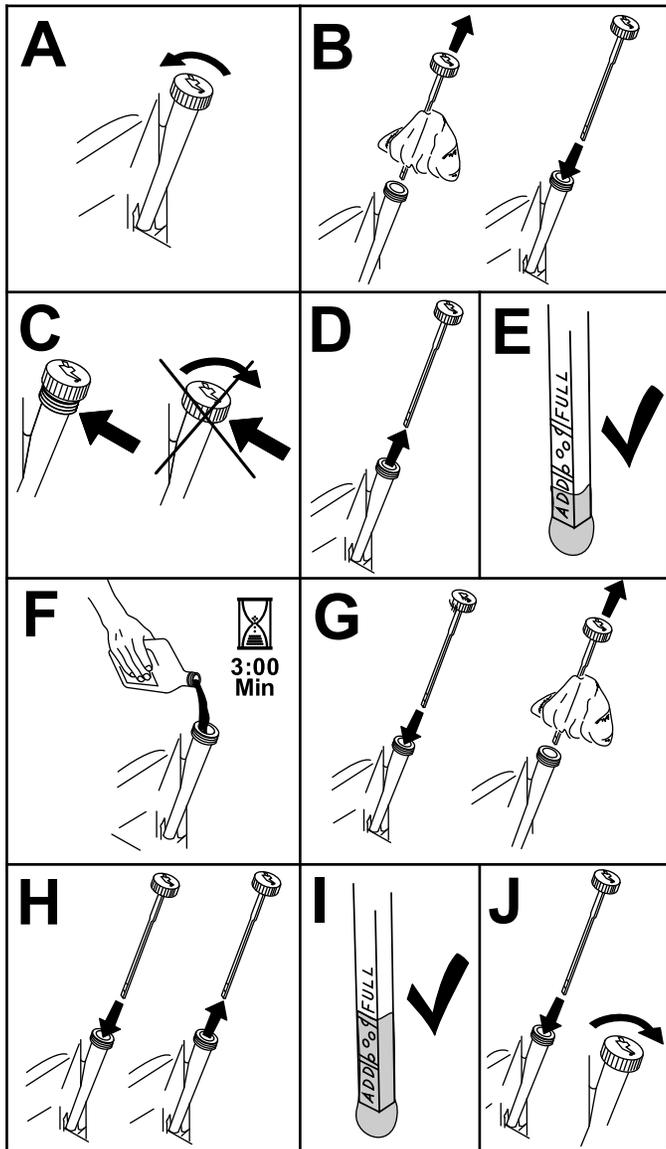

Figura 39
3. Verifique o nível de óleo do motor, conforme se mostra na (Figura 39).